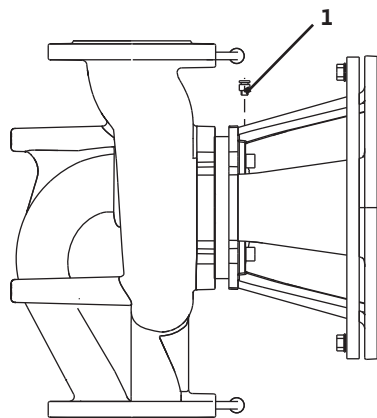

Рис. 18: Клапан для выпуска воздуха
- Клапан для выпуска воздуха (рис. 18, поз. 1) должен всегда указывать вверх.